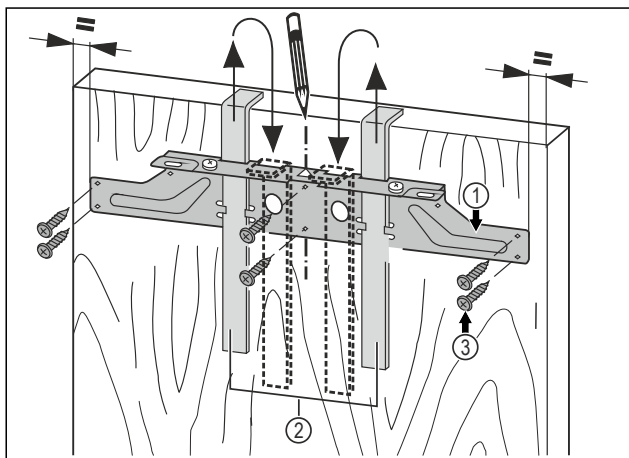

Fig. 21
- ▶ Objesite pričvrсну poprečnu letvicu Fig. 21 (1) s pomoću montažnih pomagala Fig. 21 (2) na unutarnju stranu vrata namještaja.
- ▶ Poravnajte pričvrсну poprečnu letvicu Fig. 21 (1) u sredini na vratima.
- ▶ Pričvrstite pričvrсну poprečnu letvicu Fig. 21 (1) s pomoću najmanje 6 vijaka Fig. 21 (3).
- ▶ Pričvrstite pričvrсну poprečnu letvicu Fig. 21 (1) s pomoću 4 vijaka Fig. 21 (3) na rubu.
- ▶ Izvucite montažna pomagala Fig. 21 (2) prema gore i utaknite ih okrenute u susjedne prihvatne otvore.